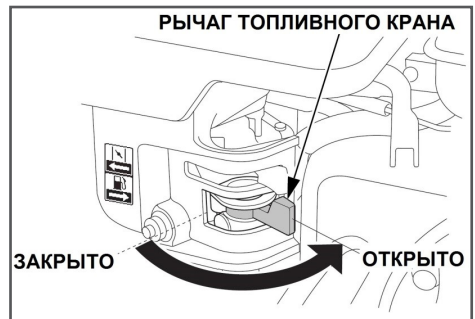

Рис. 22 Рычаг топливного крана
3. Откройте топливный кран переводом рычага вправо (Рис. 22).